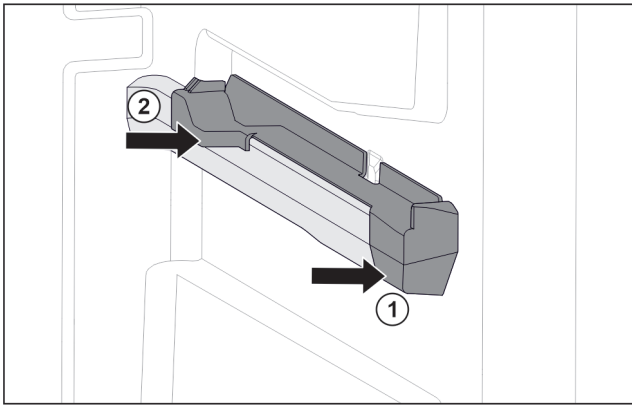

Fig. 80 Наставка върху дясното ребро на съда
- ▶ Поставете наставката отпред към реброто на съда. Fig. 80 (1)
- ▶ Притиснете наставката отзад. Fig. 80 (2)